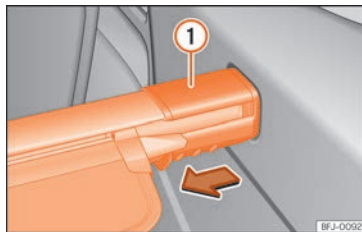

Abb. 194 Im Gepäckraum: Gepäckraumabdeckung ausbauen.
- Abdeckungsträger »» (Abb. 194) ① in Pfeilrichtung drücken und in dieser Position halten.
- Abdeckungsträger »» (Abb. 194) ① loslassen.